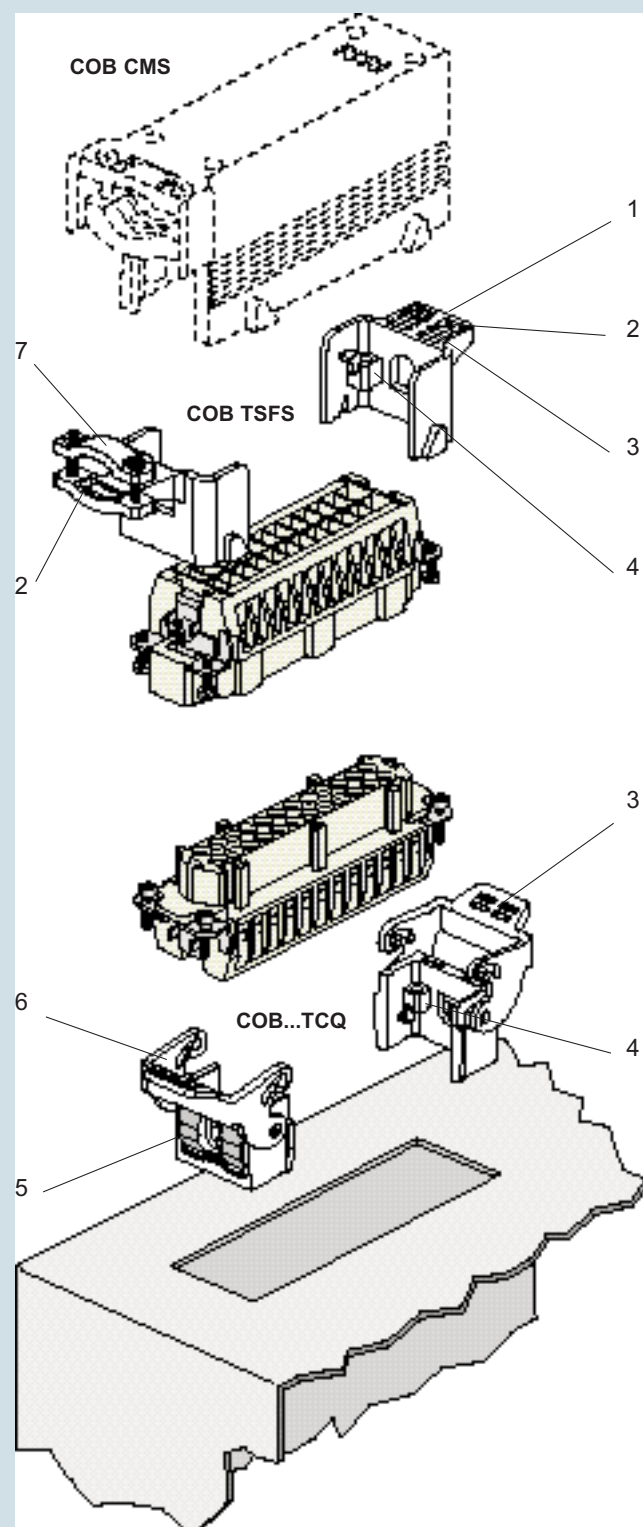

Рисунок 1:
- на панелях с помощью оконного защелкивающегося устройства (рис. 1);